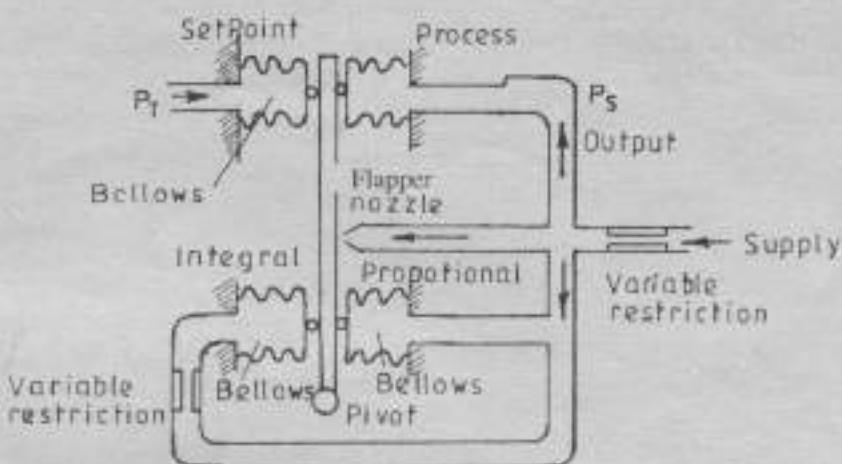

Fig. 2
- (d) Figure 2 shows a PI pneumatic controller. Explain how it operates.